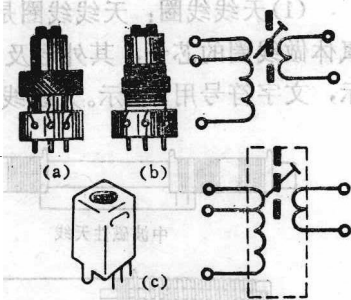

图1-9 振荡线圈的外形及符号
(2)振荡线圈:振荡线圈是另一种高频电感器件,采用铁氧体做线圈的芯子,其外形及在电路中的符号如图1-9所示,文字符号用B表示。图中(a)、(b)分别是在塑料骨架上绕制的中波振荡线圈和短波振荡线圈。中波振荡线圈工作频率低,所需的电感量大,绕的圈数较多,容易产生较大的分布电容。为了减少分布电容的影响,常采用蜂房式绕法。(c)图中的线圈
(3)中频变压器:中频变压器是中频电感器件,简称中周。中周的外形及在电路中的符号与图1-9(c)中带金属屏蔽罩的振荡线圈相同,文字符号用BZ表示。